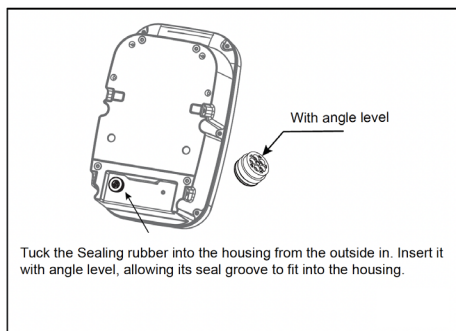

Abb. 17
- b1. Setzen Sie die Gummidichtung von außen nach innen in das Gehäuse ein (siehe Abb. 17). Führen Sie die Leiter durch die Gummidichtung und verwenden Sie dabei für jeden Leiter eine separate Öffnung. Lassen Sie nach dem Einführen aller Leiter eine ausreichende Kabellänge übrig, um den Klemmenblock zu erreichen.